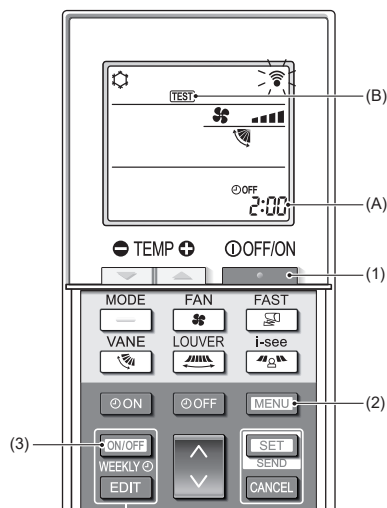

Fig. 7-5
7.2.2. Med trådløs fjernbetjening (Fig. 7-5)
■ Testkørsel (Fig. 7-5)
- Tryk på [TÆND/SLUK]-knappen (1) for at stoppe klimaanlægget.
- Hvis ugetimeren er aktiveret (WEEKLY er slået til), skal du trykke på [ON/OFF WEEKLY]-knappen (3) for at deaktivere den (WEEKLY er slået fra).
- Tryk på [MENU]-knappen (2) i 5 sekunder.
- Tryk på [MENU]-knappen (2).
- TEST (B) tændes, og enheden skifter til testkørselstilstand.